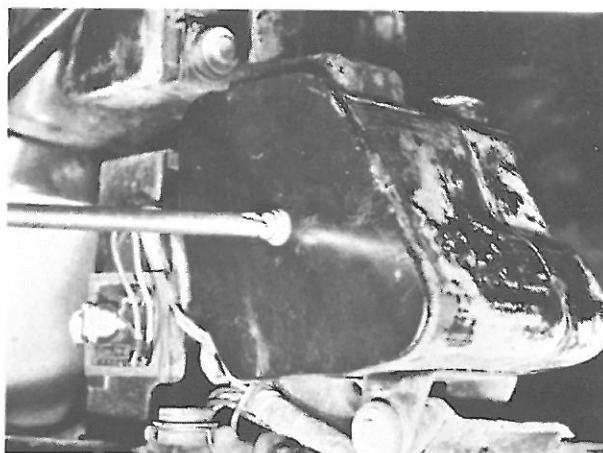

Bild 152
- Der Luftfilter ist unmittelbar unter dem hinteren Ende des Tanks angeordnet und enthält einen ölgetränkten Schaumstoffeinsatz. Der Deckel an der linken Seite des Filtergehäuses ist mit einer zentralen Schraube befestigt (Bild 152). Um Deckel und Einsatz entfernen zu können, muss zuvor der Öltank ausgebaut werden wie unter 3.13 beschrieben.